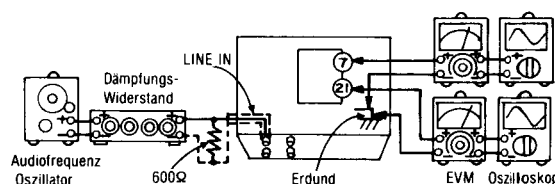

Abb. 12
1. Der Testaufbau ist in Abb. 12 gezeigt.
3. Mit dem Dämpfungswiderstand so justieren, daß die Ausgangsleistung zwischen Anschluß ⑦ des IC401 (linker Kanal) {IC402 (rechter Kanal)} und Masse 12,3 mV beträgt.